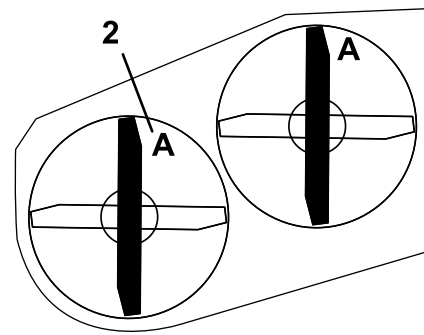
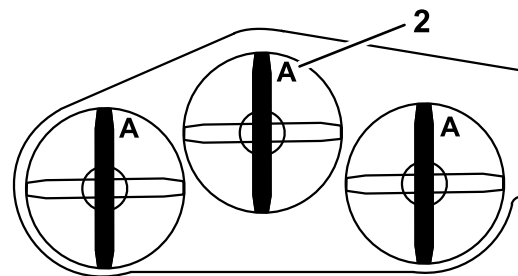

Figura 55
Figura 56
14. La cuchilla de la derecha debe estar a la misma altura que la cuchilla de la izquierda cuando ambas están orientadas hacia adelante (Figura 55 o Figura 56).
3. Gire las cuchillas hasta que los extremos estén orientados hacia adelante y hacia atrás (Figura 55 o Figura 56). Mida desde una superficie nivelada hasta el filo de corte, posición A, de las cuchillas (Figura 55 o Figura 56). Anote esta dimensión.